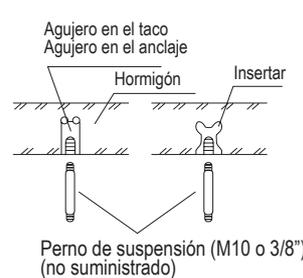
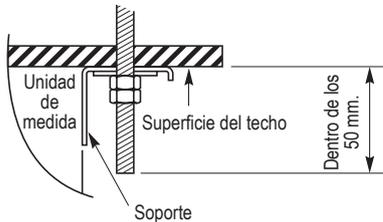

Fig. 4-11
Fig. 4-13
- insertar pernos de suspensión (Fig. 4-11)
- (5) Enroscar los pernos de suspensión, permitiéndoles sobresalir del techo (Figs. 4-11 y 4-12). La máxima diferencia de longitud admisible entre las partes expuestas de los pernos es de 50 mm. (Fig. 4-13)